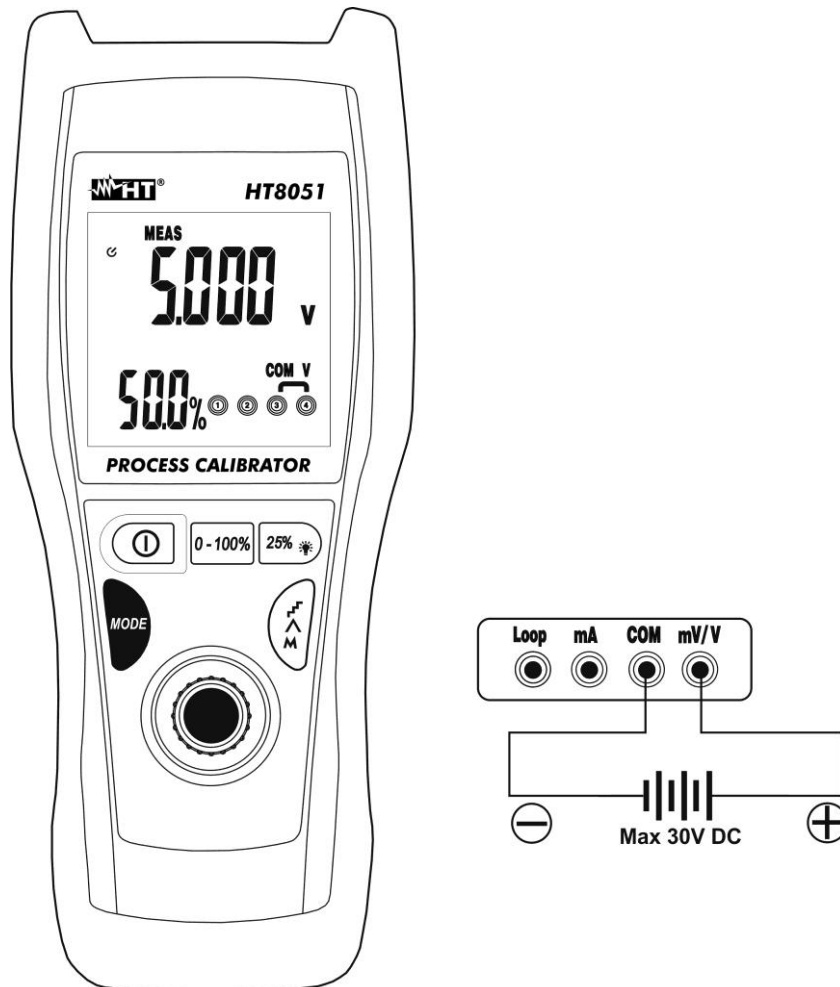

Fig. 3: Medição de tensões CC
3. Colocar a ponteira verde e a ponteira preta, respetivamente, nos pontos com potencial positivo e negativo do circuito em exame (ver Fig. 3). O valor da tensão é apresentado no display principal e o valor percentual em relação ao fundo da escala no display secundário.
4. A mensagem “-OL-” indica que a tensão em exame excede o valor máximo mensurável pelo instrumento. O instrumento não executa medições de tensão com polaridade oposta em relação à ligação da Fig. 3. O valor “0.000” é apresentado no display.